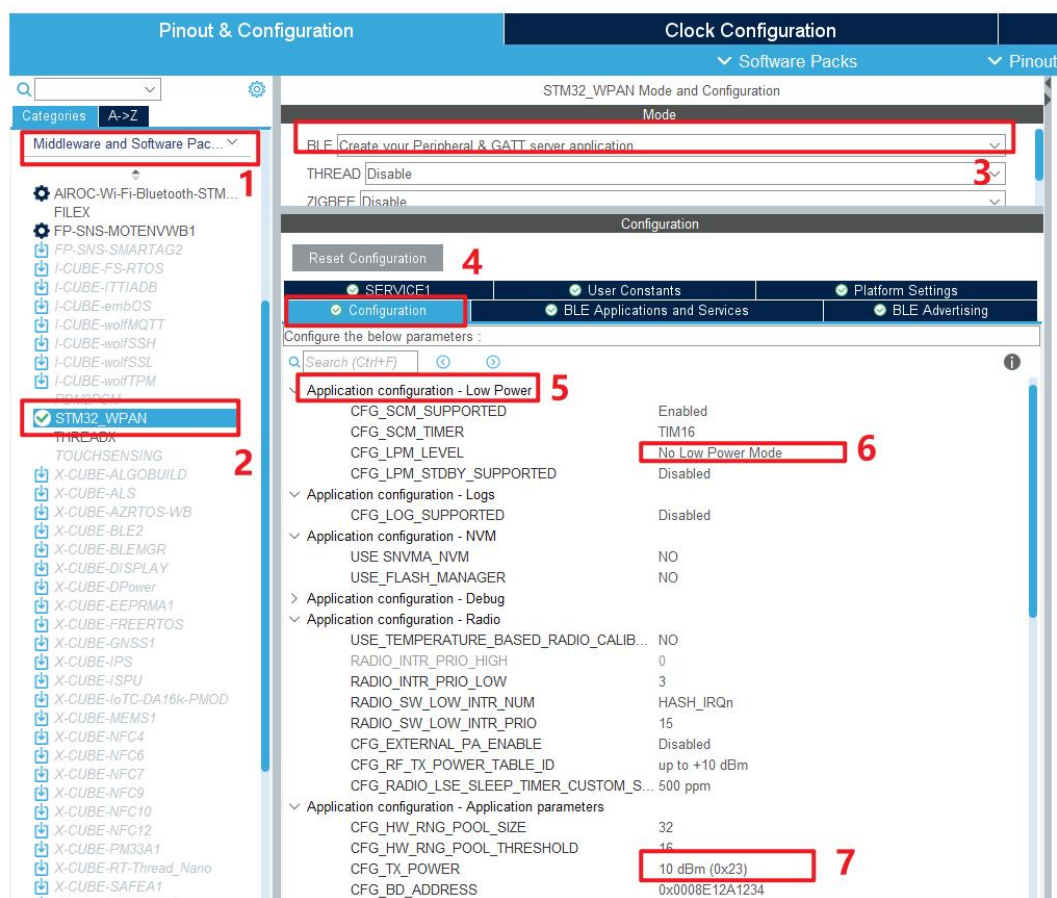

图 5.6
6. 模组无线射频配置。如图 5.6 所示，在“序号 1”的目录点击“序号 2”，在“序号 3”的选择框按照如图选择，然后跟着“序号 4-6”配置 CFG_LPM_LEVEL 为 No Low Power Mode。“序号 7”修修改射频发射功率用的，这边直接设置为最大 10dBm。